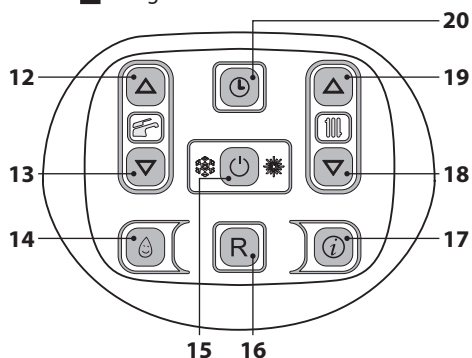

Figura 2.7
- Mantenga pulsado durante 2 segundos el botón 15 hasta que aparezca en el display el símbolo . Figura 2.7.
La temperatura del agua caliente de impulsión de la calefacción puede regularse mediante los botones 18 (reducción) y 19 (aumento) (Figura 2.7) entre un mínimo de aproximadamente 25°C y un máximo de aproximadamente 80°C. La primera vez que se pulsa uno de los dos botones se
De todas formas, si la temperatura ambiente no resultase confortable, se puede aumentar o reducir la temperatura de impulsión de la instalación de calefacción en $\pm 15^{\circ}\text{C}$ usando los botones 18 (reducción) y 19 (aumento) (Figura 2.7).